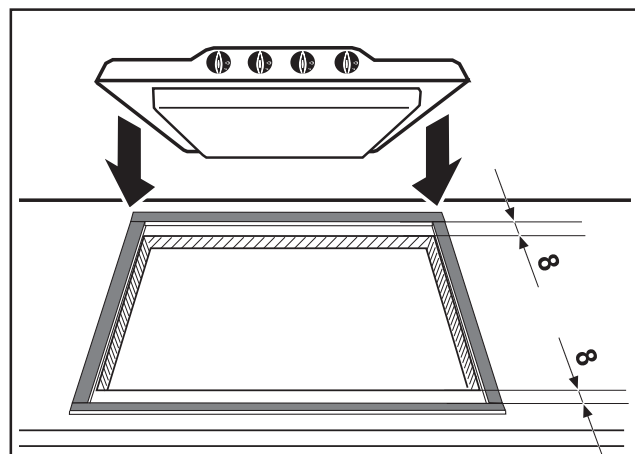

Рис. 12
- 1) Положите детали уплотнения, которые входят в комплект поставки, по краям выреза, как показано на рис. 12, следя за тем, чтобы уплотнения лежали встык, без нахлеста.